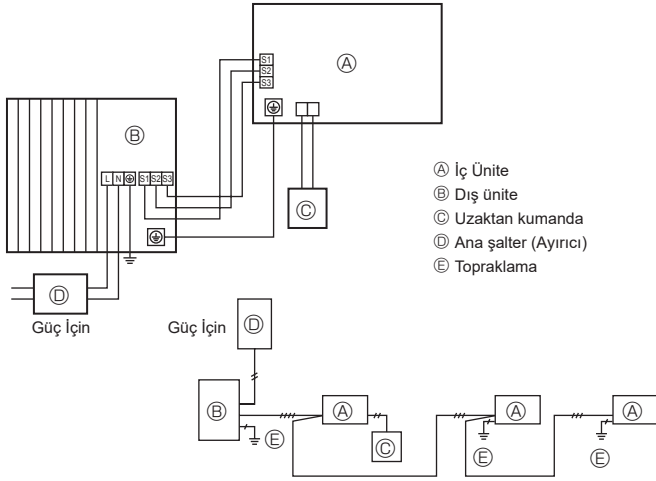

Fig. 6-1
6.1. Dış ünite (Fig. 6-1, Fig. 6-2)
- ① Servis panelini sökün.
- ② Fig. 6-1 ve Fig. 6-2'ye bakarak kabloları bağlayın.